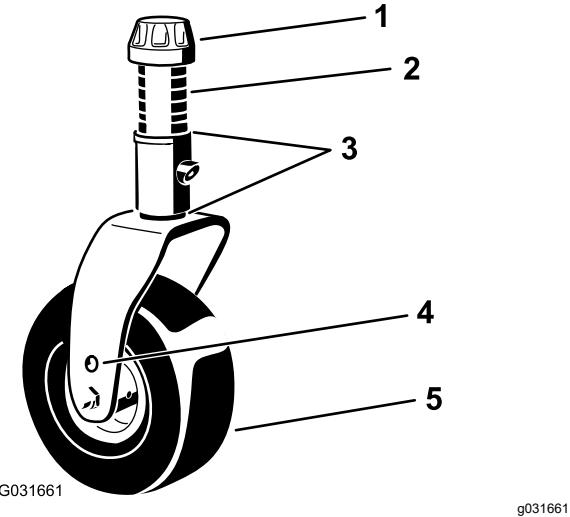
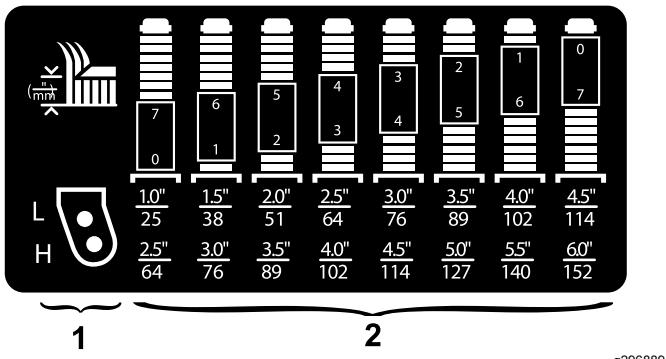

Bild 8
Bild 9
Stecken Sie die Laufradachsen in beiden Laufradgabeln in die gleichen Löcher. Ermitteln Sie die richtigen Löcher für die Einstellung mit Bild 8 und Bild 9.
2. Schieben Sie die entsprechende Anzahl der Distanzstücke auf die Spindelwelle, um die gewünschte Schnitthöhe zu erhalten (Bild 8). Ermitteln Sie die Kombination der Distanzstücke für Ihre gewünschte Schnitthöheinstellung anhand Bild 9.
1. Entfernen Sie die Spannkappe von der Spindelwelle (Bild 8) und ziehen die Spindel aus dem Laufradarm heraus. Ziehen Sie 2 Beilagscheiben so auf die Spindelwelle, wie sie ursprünglich montiert waren. Diese Beilagscheiben sind erforderlich, um alle Mähwerke über die Breite auf ein Niveau zu bringen.